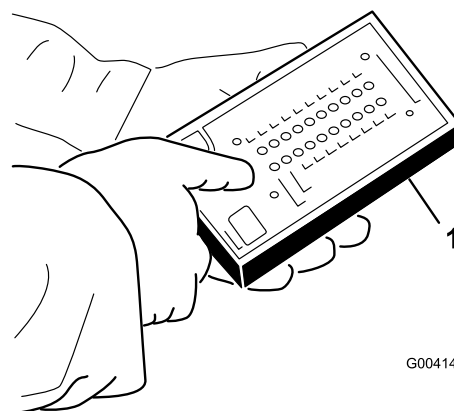

Figura 42
3. Collegate il connettore del display Diagnostic ACE al connettore del cablaggio preassemblato (Figura 42). Verificate che l'adesivo di sovrapposizione posto sul display Diagnostic Ace sia quello giusto.